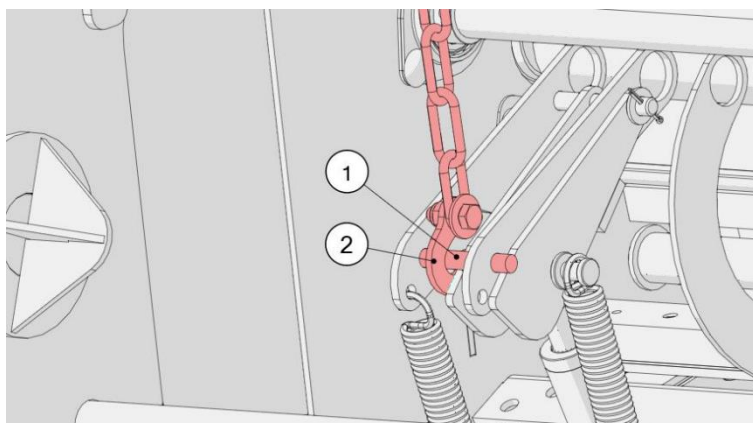

Figura 50. Salvaguardia del cortador de malla
Para fijar el cortador de malla, abra la cubierta superior, a su vez coloque el gancho con cadena (2) detrás del pasador (1) como se muestra en la figura 50.